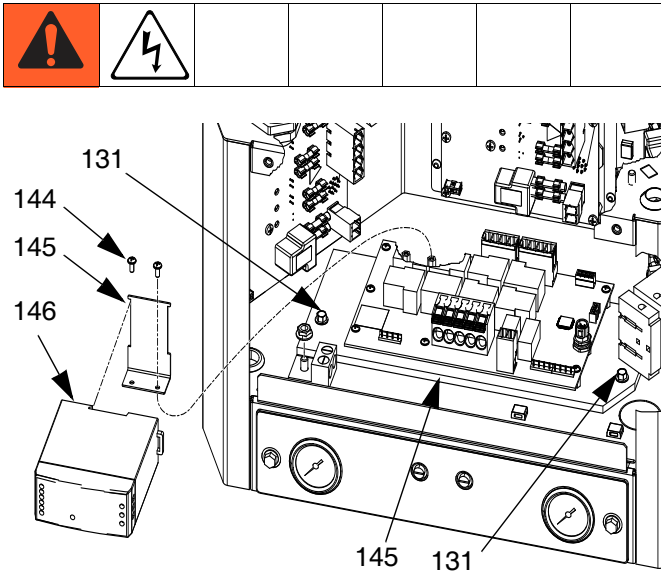

图 49: AWB 和电源
3. 取下将 AWB (143) 固定在电气外壳 (1) 上的 2 颗螺丝 (131)，然后小心地取下 AWB。
4. 松开电源侧面的固定部件，把电源 (146) 从电源托架 (145) 上取下。参见图 49。
5. 将把电源托架 (145) 固定在 AWB (143) 上的两颗螺丝 (144) 拧开，然后取下电源托架。参见图 49。
1. 用两颗螺丝 (144) 把电源托架 (145) 固定到新的 AWB (143) 上。参见图 49。
2. 把电源 (146) 装到电源托架 (145) 上。参见图 49。
3. 把电源线束 (147) 上的接头 (标有 AWB-J1) 插到 AWB (143) 的 J1 上。请参见电气示意图，第 82 页。
4. 使用两颗螺丝 (131) 将 AWB (143) 安装到电气外壳 (1) 上。参见图 49。
5. 重新连接电缆和 AWB (143)。
2. 卸下电气外壳的前检修门 (10)。
3. 松开电源侧面的固定部件, 把电源 (146) 从电源托架 (145) 上取下。参见图 49。
4. 对照下表断开电源 (146) 和电源线束 (147) 之间的螺纹端子连接。参见图 49。
1. 对照下表在电源线束 (147) 和新电源 (146) 之间建立连接:
2. 重新把电源 (146) 装到电源托架 (145) 上。参见图 49。
3. 安装电气外壳的前检修门 (10)。